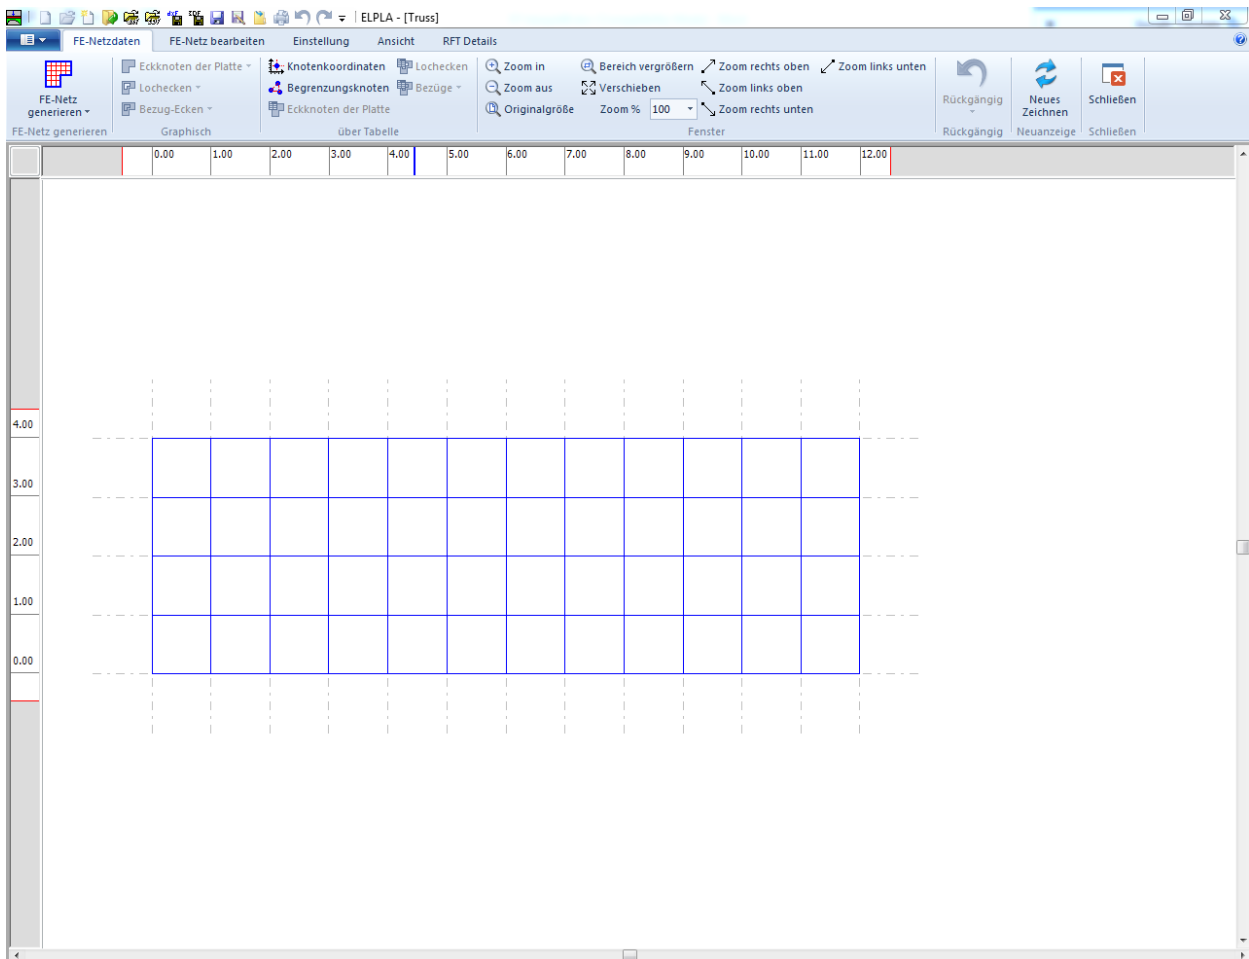

Bild 6.10 Imaginäres Netz einer rechteckigen Fläche auf dem Bildschirm
*ELPLA* generiert ein imaginäres FE-Netz für eine rechteckige Fläche von  $L = 12$  [m] Länge und  $B = 4$  [m] Breite mit viereckigen Elementen von 1.0 [m] Seitenlänge. Im Bild 6.10 erscheint dann das generierte imaginäre Netz.
- Wählen Sie "Speichern" aus dem "Datei"-Menü (Bild 6.10), um die FE-Netzdaten zu speichern
- Wählen Sie "Schließen" aus dem "Datei"-Menü (Bild 6.10), um das Fenster "FE-Netzdaten" zu schließen und zum Hauptfenster des Programms *ELPLA* zurückzukehren